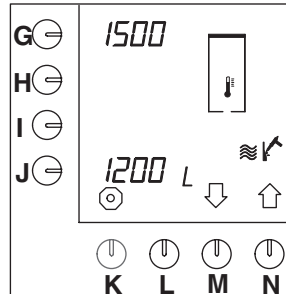

Fig. 27 Avkalknings räknare het vattensysteme
- Avkalkningsräknaren visas på displayen (fig. 27).
- På displayen bredvid (fig. 27) programmeringstangenten (G.) visas efter hur många liter vatten systemet måste avkalkas.